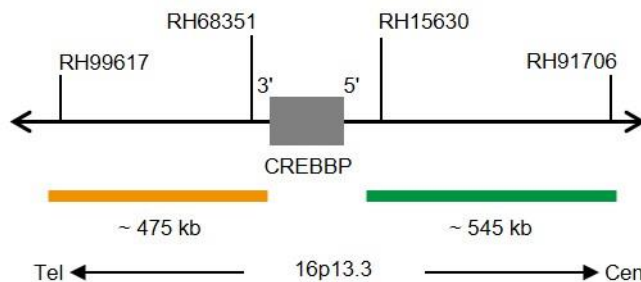

Fig. 1: SPEC CREBBP Mapa da sonda (sem escala)
- Polinucleótidos (~10.0 ng/μl) com marcação ZyGreen (excitação 503 nm/emissão 528 nm), dirigidos ao mapeamento de sequências alvo em 16p13.3\* (chr16:3,978,217-4,521,684) proximais ao ponto de quebra do gene CREBBP (ver Fig. 1).
- Polinucleótidos (~4.5 ng/μl) com marcação ZyOrange (excitação 547 nm/emissão 572 nm), dirigidos ao mapeamento de sequências alvo em 16p13.3\* (chr16:3,287,067-3,762,188) distais ao ponto de quebra do gene CREBBP (ver Fig. 1).